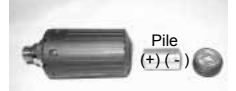

Fig. 171 – ORIENTATION
- Mettez en place une nouvelle pile au lithium 3 V de type CR2, le pôle positif (+) tourné vers le fond du compartiment de pile et le pôle négatif (-) face à vous (fig. 171).